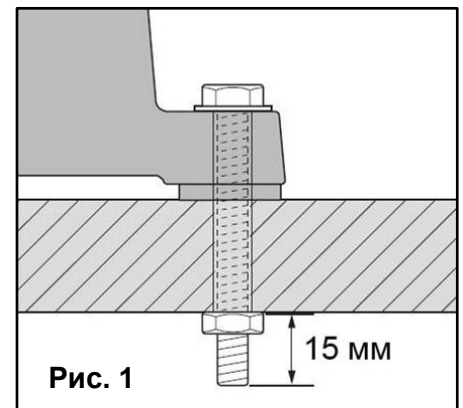

Рис. 1
Установка станка на рабочем месте (Рис. 1)
- Поместить станок на верстак, вставить болт М6 с шайбой в крепежные отверстия. Убедитесь, что каждый болт выступает минимум на 15 мм (Рис. 1)